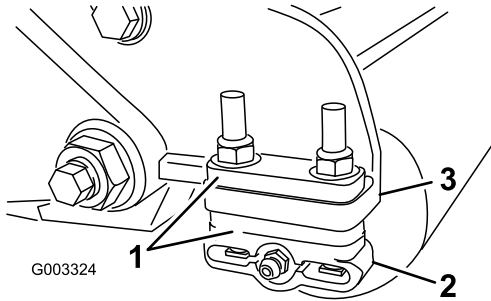

图11
1. 根据剪草高度表，将所需数量的隔片放置在侧板安装法兰（图11）下，将后滚筒支架（图11）调节到所需的剪草高度范围。